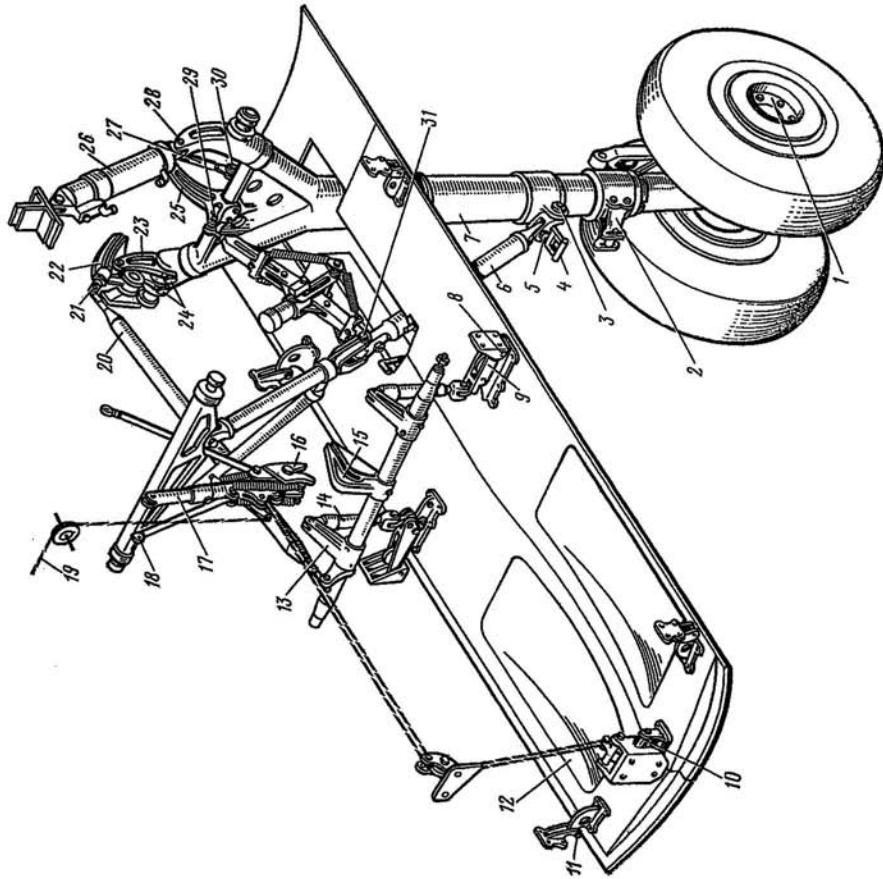

Рис. 3.1. Механизм управления створками основной опоры:
23. Присоедините силовой цилиндр 26 (см. рис. 3.1) уборки — выпуска шасси к рычагу стойки шасси и проверьте запас хода силового цилиндра, как указано в технологической карте № 2 настоящего раздела.